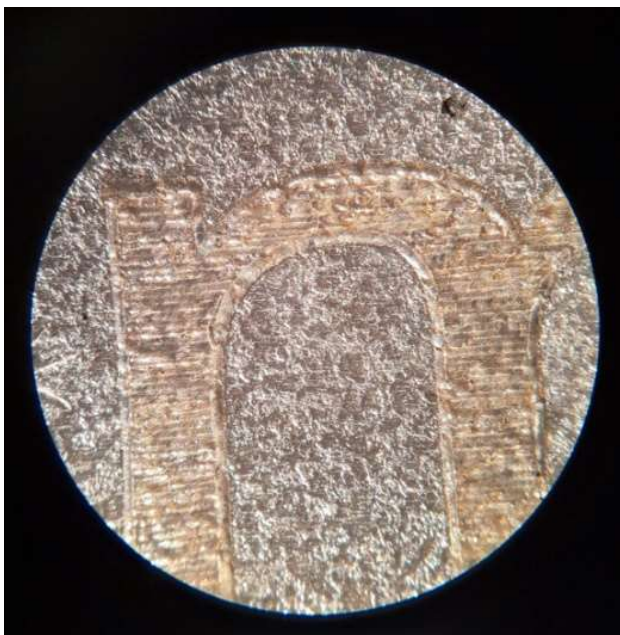

Figura 61 – Escrita com pó metálico ao microscópio ótico
Na Figura 61 é possível observar o pó fundido ao microscópio ótico. Trata-se de operar o laser contínuo de fibra de itérbio de 200 W, usando apenas 40% de potência à velocidade de varrimento do feixe de 100 mm/s, em impressão numa camada de aproximadamente 50 μm.
- Com laser contínuo de fibra de itérbio de 200 W, usando apenas 40% de potência à velocidade de varrimento do feixe de 100 mm/s, o resultado visual da impressão numa camada de aproximadamente 50  $\mu\text{m}$  é de excelente qualidade, conforme visível na Figura 61.